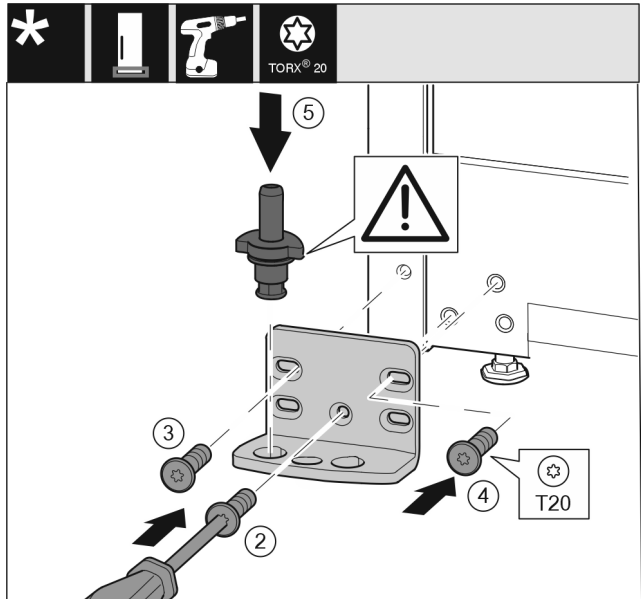

Fig. 15
- ▶ Aseta laakeripukki toiselle puolelle ja ruuvaa se kiinni T20-ruuvimeisselillä. Aloita ruuvilla 2 alhaalta keskeltä. Fig. 15 (2)
- ▶ Kiristä ruuvit 3 ja 4. Fig. 15 (3,4)
- ▶ Aseta laakeripultti kokonaan paikoilleen. Varmista, että lukitusnokka osoittaa taaksepäin. Fig. 15 (5)